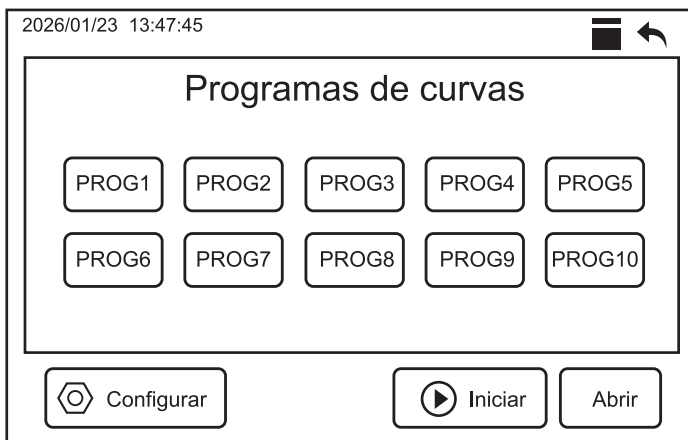
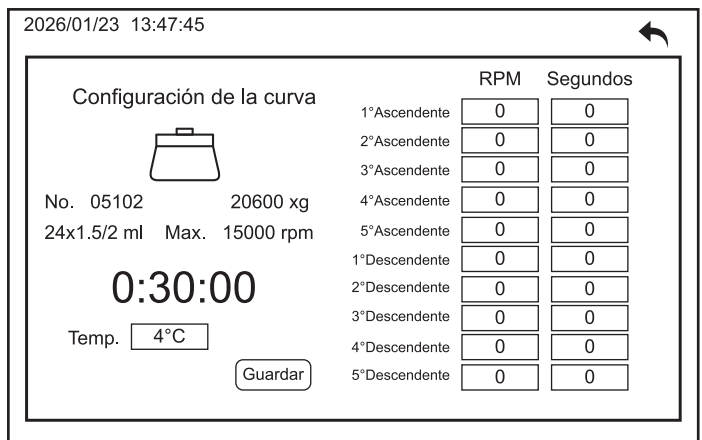

Figura 11.
Figura 12.
- b) Después, pulse en el botón “**Modo curva**” para abrir las ventanas de selección de programa de curva (Figura 11) y colocar los valores requeridos (Figura 12). Presione “**Guardar**” para guardar los valores predefinidos.